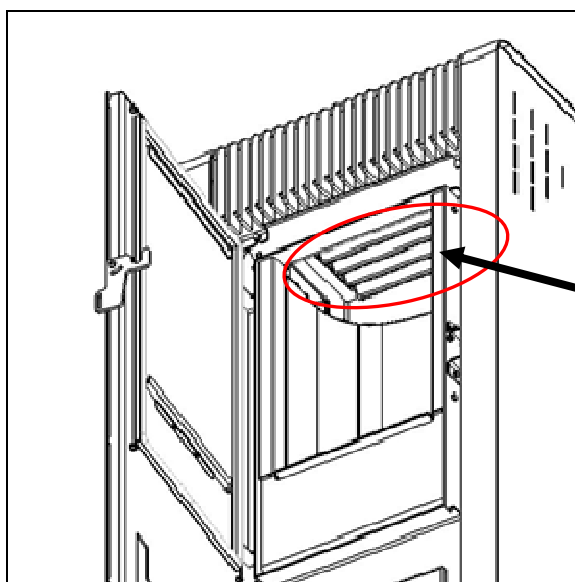
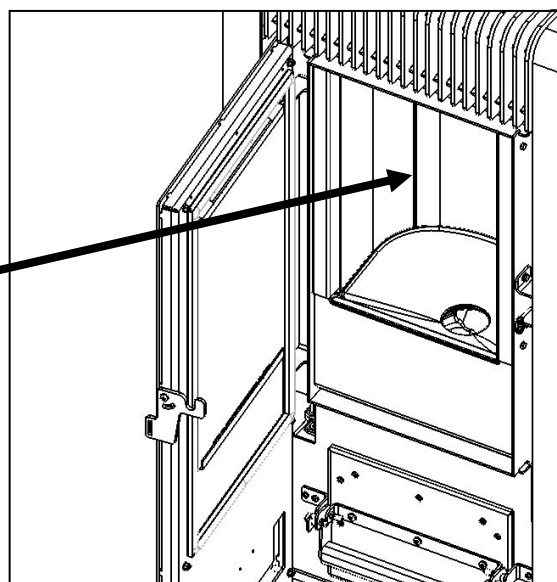

Fig. 10.2
Fig. 10.3
5. L'échangeur de chaleur se trouve dans la partie supérieure du poêle ; c'est une pièce en fonte sur laquelle les cendres peuvent s'accumuler. Pour le nettoyer, utilisez une brosse ou une brosse à poils doux pour éliminer la suie et les restes de cendres (voir **fig. 10.2**). De la même manière, nettoyez les pièces en vermiculite qui se trouvent tout autour de la chambre de combustion (voir **fig. 10.3**).